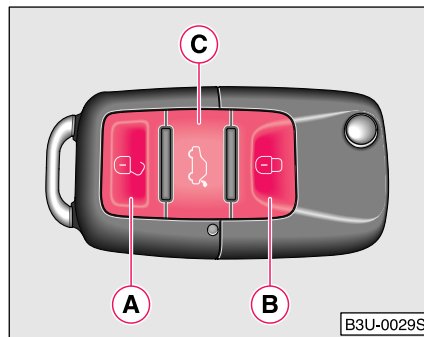

Fig. 28 Cheia: amplasarea tastelor
- Apăsați tasta **A** ⇒ Fig.28 timp de 1 secundă.